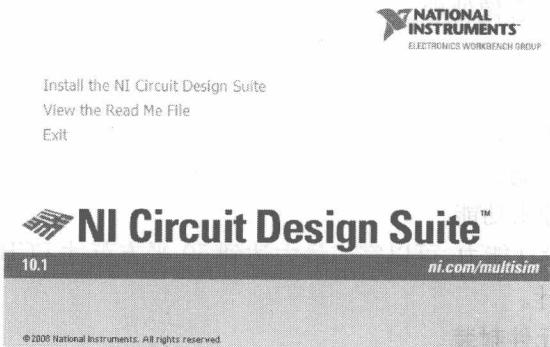
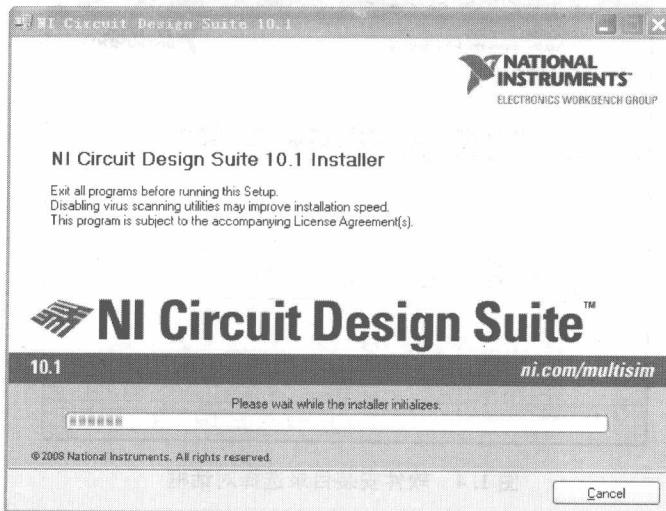

图 1.1 Circuit Design Suite 10 安装界面
图 1.2 软件安装初始化进度条
- (1) 在计算机光驱中放入 Circuit Design Suite 10 光盘后,会弹出如图 1.1 所示的安装界面。
- (2) 在图 1.1 的安装界面中单击“Install the NI Circuit Design Suite”,这时会弹出如图 1.2 所示的软件安装初始化进度条。